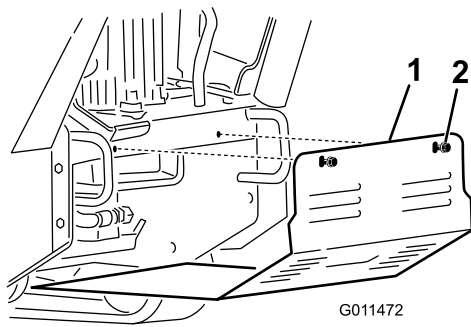

Bild 27
2. Lösen Sie nacheinander die zwei Schrauben, mit denen das untere Schutzblech befestigt ist, bis Sie es abnehmen können (Bild 27).
2. Schieben Sie das untere Schutzblech so in die Maschine, dass es auf allen vier Laschen sitzt (Bild 27).